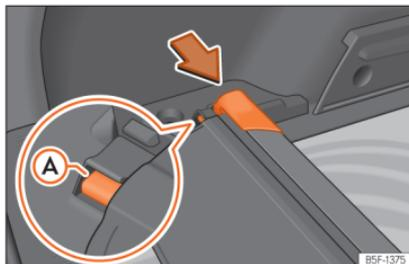

Fig. 131 Na bagageira: alojamento para guardar a chapeleira enrolável.
- Pressione a cabeça da chapeleira enrolável no sentido da seta até encaixá-la no alojamento previsto para essa utilização »» **Fig. 131**. Certifique-se de que o patim **A** encaixa no alojamento correspondente.